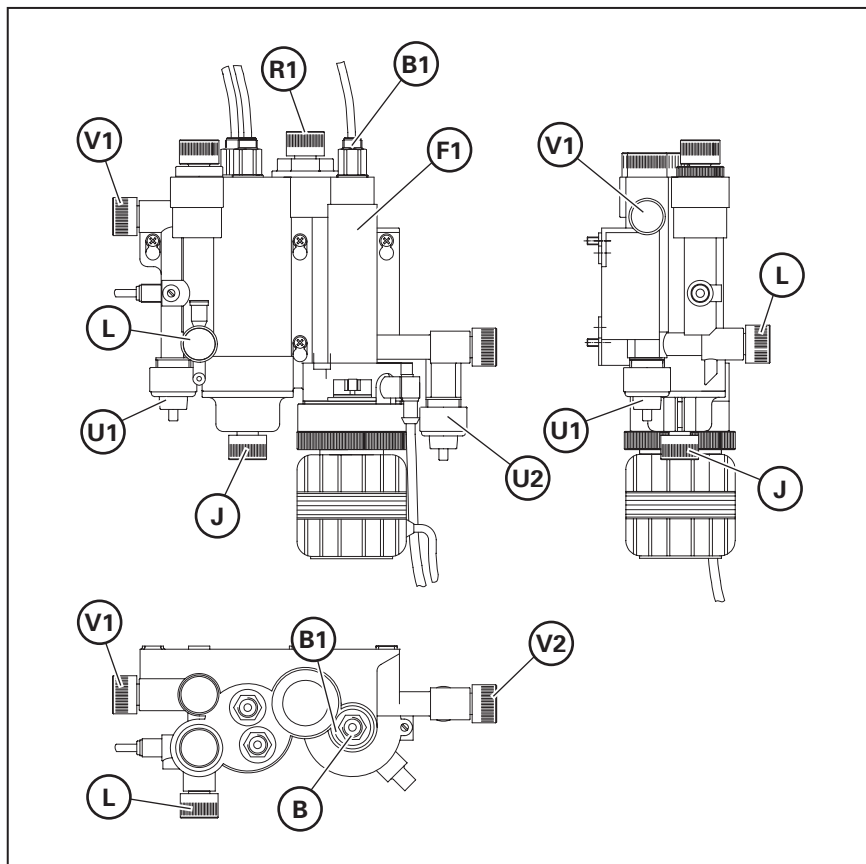

Bild 16 Einbauplatz Elektrode
1. Absperrspindel für Messwasserzulauf Bild 16 (V1) und -ablauf (V2) schließen.
2. Messwasserzuleitung und -ableitung an die Anschlüsse des Messwasserzulaufs Bild 16 (U1) und -ablaufs Bild 16 (U2) anschließen.
3. Verschlusschraube des Einbauplatzes Bild 16 (B) der Durchlaufarmatur Bild 16 (F1) abschrauben.
4. Den Einbauplatz Bild 16 (B) soweit mit Wasser füllen, dass zwischen Bezugs- und Messelektrode ausreichend Wasser vorhanden ist.
5. Die Feuchtigkeitsskappe der verwendeten Elektrode Bild 16 (B1) entfernen und aufbewahren (zum Wiederanbringen bei einem eventuell späterem Ausbau der Elektrode).
6. Die verwendete Elektrode (B1), aus dem Koffer Chlorsensor 4.123-210.0, mit der Hand in den Einbauplatz Bild 16 (B) einschrauben.